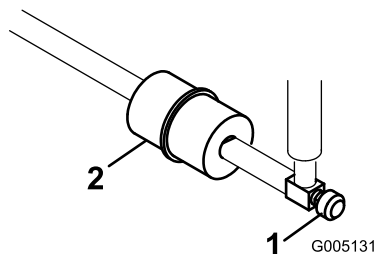

Figura 44
El filtro de combustible en línea se encuentra en el tubo de combustible, entre el depósito de combustible y el carburador (Figura 44).
1. Cierre la válvula de cierre del combustible (Figura 44).
2. Coloque un recipiente debajo del filtro, afloje la abrazadera en el lado del carburador del filtro y retire el tubo de combustible del filtro (Figura 44).
3. Afloje la otra abrazadera y retire el filtro (Figura 44).